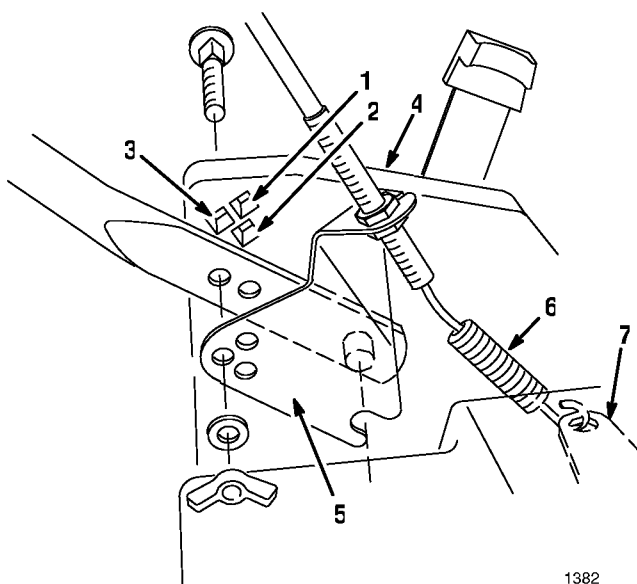

Figure 2
Le guidon possède trois (3) réglages de hauteur - haut, moyen et bas (Fig. 2). Choisir la position qui vous est la plus confortable.
1. Aligner les trous de la moitié inférieure du guidon sur ceux du carter de la tondeuse. Assujettir le guidon au carter de la tondeuse au moyen des pièces de visserie illustrées à la figure 2.
1. Accrocher le ressort du câble de traction sur le levier de l'actionneur comme illustré à la figure 2.
2. Aligner les trois (3) trous du support de câble d'autopropulsion sur ceux du côté gauche du carter de la tondeuse. Fixer le support avec la visserie du guidon (Fig. 2).